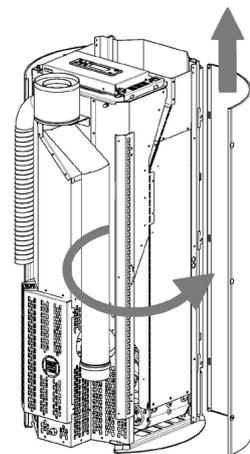

Fig. 73 - Abnehmen der Seitenwand
- Die Seite öffnen und aus den Pins aushängen (siehe Fig. 73).